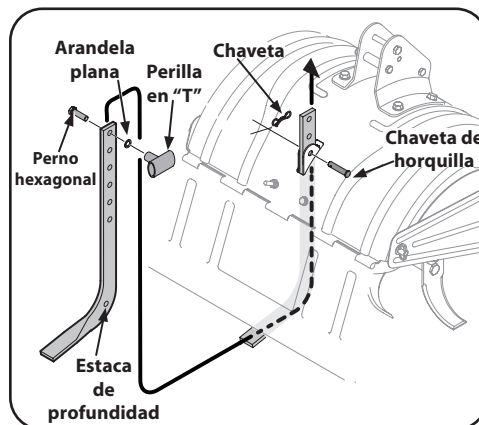

Figura 2-1
2. Desenrosque la perilla en "T" de la parte superior de la estaca de profundidad y retire la arandela plana y el perno hexagonal. Saque el broche de horquilla de la chaveta de horquilla. Vea la Figura 2-1.
5. Inserte un perno hexagonal en el orificio superior del montaje de la estaca de profundidad. Coloque la arandela plana sobre el perno hexagonal y enrosque la perilla en "T" en el perno. Ajuste bien. Vea la Figura 2-1.